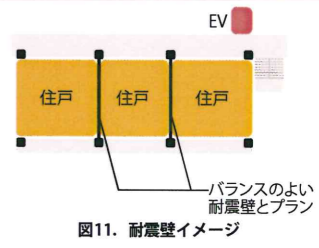

図11. 耐震壁イメージ
- RCラーメン構造は耐震壁をバランスよく配置し、シンプルで無理のないスパンでコスト縮減を図ります。【図11】